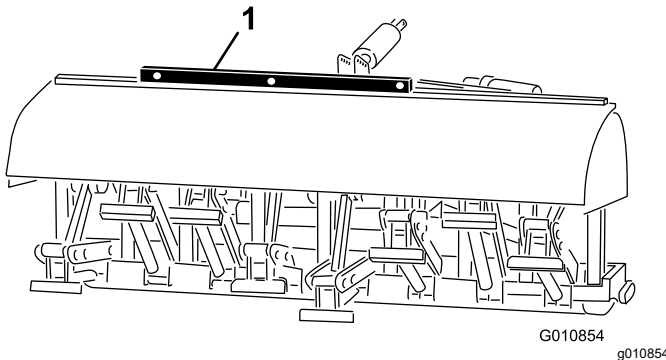

Figura 29
2. Coloque a régua de nível na parte superior da estrutura do arejador para verificar o nivelamento lateral (Figura 29).